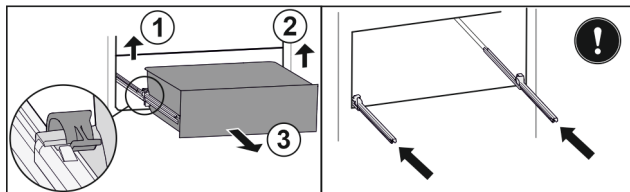

Fig. 79
- ▶ Nadvihnite ľavú svorku a súčasne ťahajte zásuvku vľavo dopredu. Fig. 79 (1)
- ▶ Nadvihnite pravú svorku a súčasne ťahajte zásuvku vpravo dopredu. Fig. 79 (2)
- ▶ Odoberte zásuvku dopredu. Fig. 79 (3)